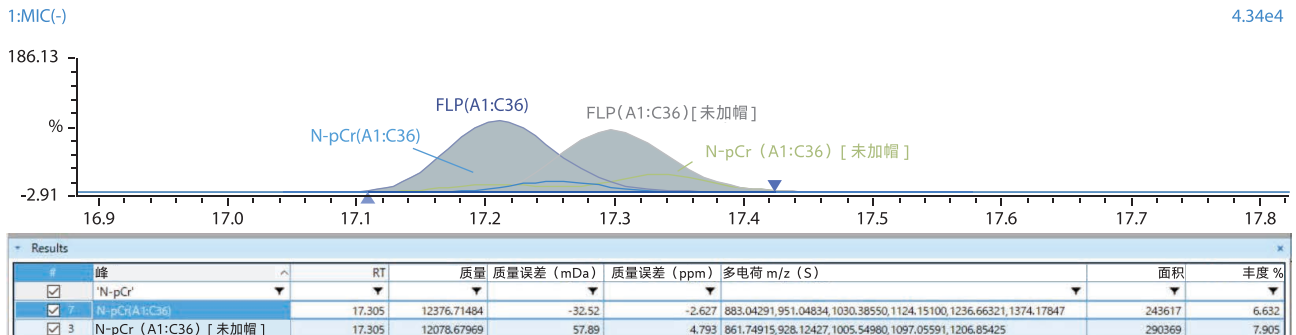

图 5 Cap-1 基团和未反应基团混合物中 N+1 基团识别的结果
此外，在 Cap-1 基团和未反应基团中检测到具有额外胞苷 (C) 的长序列 (N+1 基团)，比例分别为 6.6% 和 7.9% (图 5)。这些基团被推定为体外转录产生的次级反应产物。